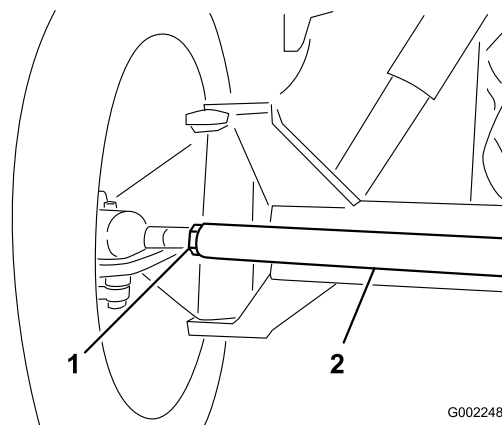

Figura 80
3. Si la distancia no está en el intervalo especificado, afloje las contratuercas en ambos extremos de la biela (Figura 80).